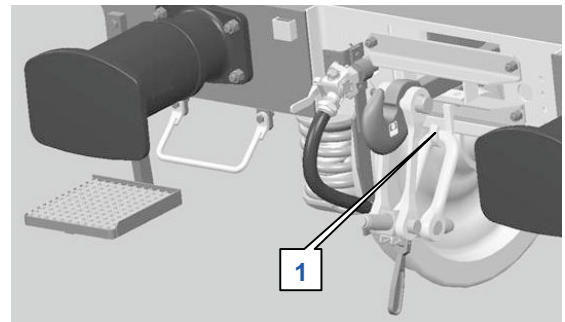

Abb. 1
- Um einen Unfall zu vermeiden, muss eine nicht verwendete Schraubenkupplung auf dem Aufhängehaken **(1)** eingehängt sein **(Abb.1)**.